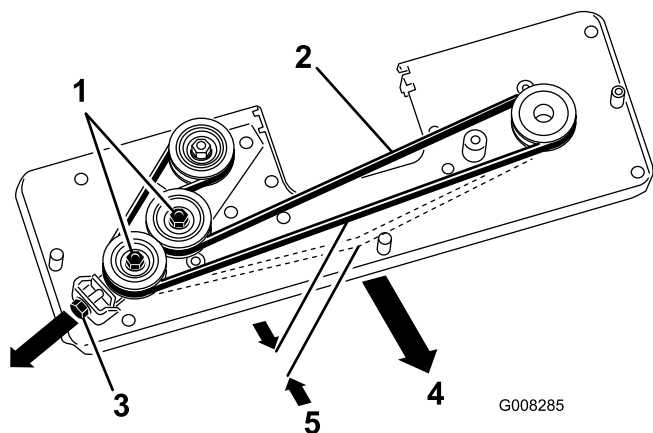

Figura 37
4. Allentate di 2 dadi esagonali sulla puleggia tendicinghia (Figura 37).
5. Regolate il dado M10 finché la cinghia si flette di 5 mm con una forza di 30 N (Figura 37).